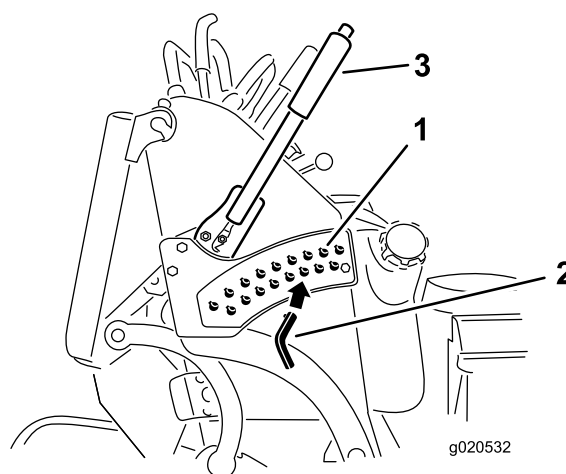

Bild 21
- Wählen Sie ein Loch in der Schnitthöhenhalterung, das der gewünschten Schnitthöhe entspricht, und stecken Sie den Lastösenbolzen wieder ein (Bild 21).
- Drücken Sie die Taste oben und senken Sie die Schnitthöhe auf den Stift ab (Bild 21).